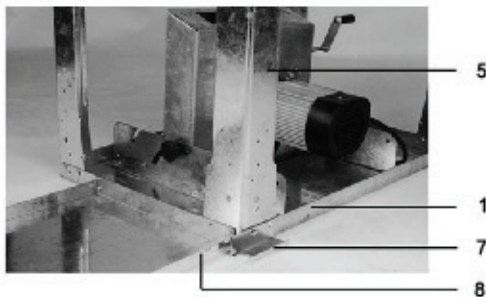

Abb. 5
- Nehmen Sie fünf M6x16 Sechskantschrauben, fünf M6 Unterlegscheiben und fünf M6 Muttern, um Teil 5, Teil 7 und Teil 8 auf den Hauptteil 1 zu montieren. Die Schrauben dürfen nicht zu fest gezogen werden (siehe Abb. 5).